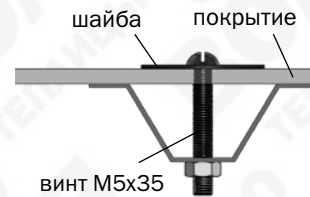
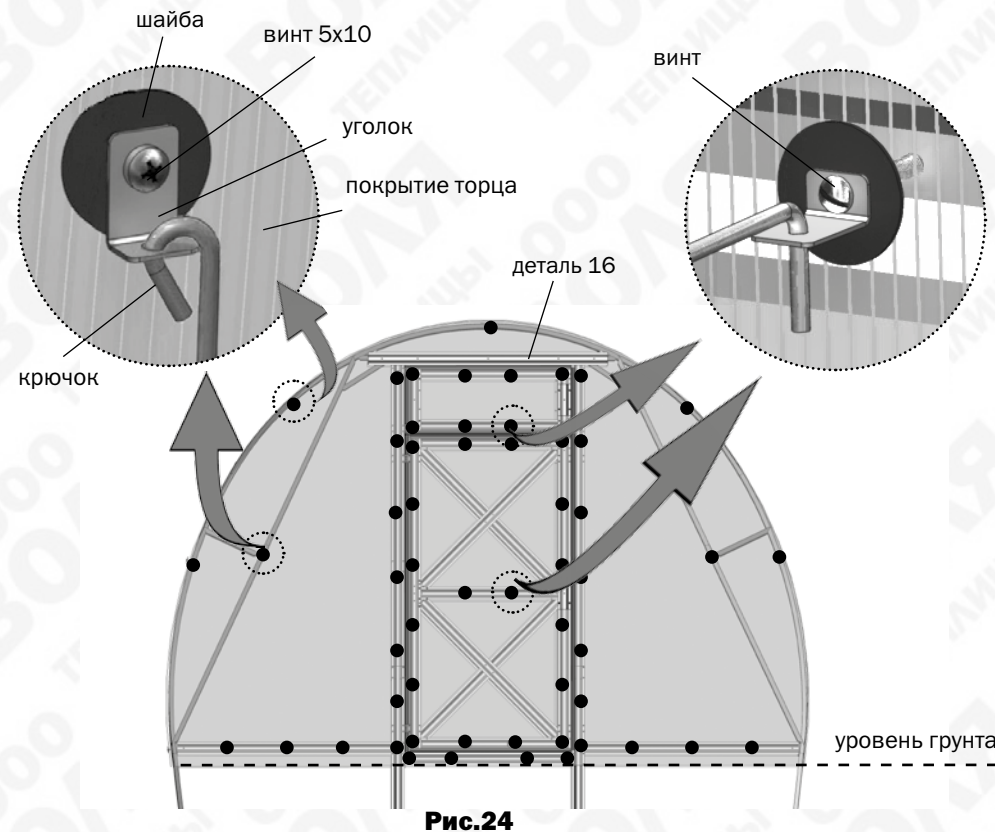

Рис.16
Рис.24
3. Установите боковины торца в соответствии с рис.24. Придерживая кусок покрытия, закрепите его винтами с шайбами по деталям **6к, 7, 8 (рис.16) и по уголкам с помощью самонарезных винтов с шайбами. Отверстия для винтов выполняются сверлом диаметром 5 мм изнутри теплицы через готовые отверстия в деталях каркаса. Установите куски «коньковой панели», закрепляя их на уголки с помощью самонарезного винта с шайбой. Нахлест с боковинами срезать.**
6. Установите накладку торцевую **16** на покрытие торца и закрепите ее на детали **5** через покрытие (рис.20 и рис.24). Под деталью **16** находится стык кусков покрытия торца.
8. Шайбы и крючки на торце устанавливаются в соответствии с рис.24.